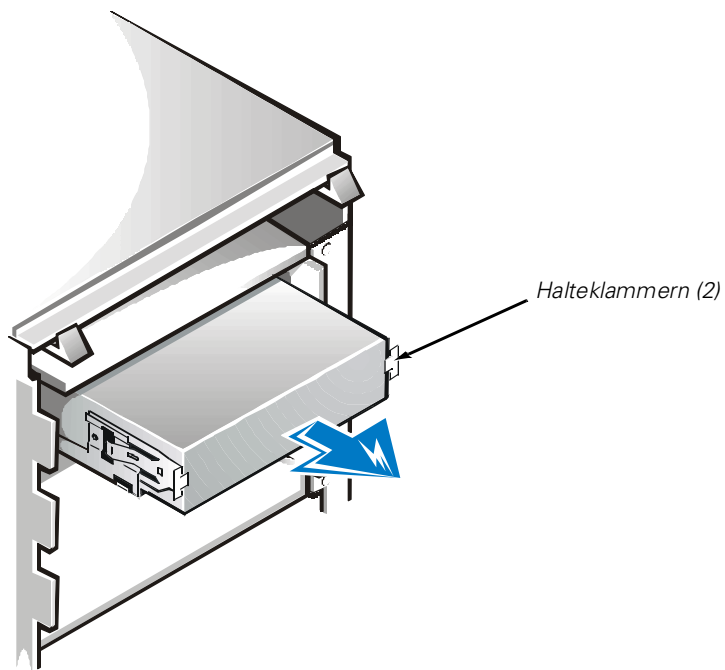

Abbildung 9-4. Laufwerk entfernen
4. Entfernen Sie die Laufwerkhalterung des zu verwendenden Schachtes. Drücken Sie die Metallklammern an beiden Seiten der Laufwerkhalterung zusammen, und ziehen Sie die Halterung aus dem Schacht (siehe Abbildung 9-4).